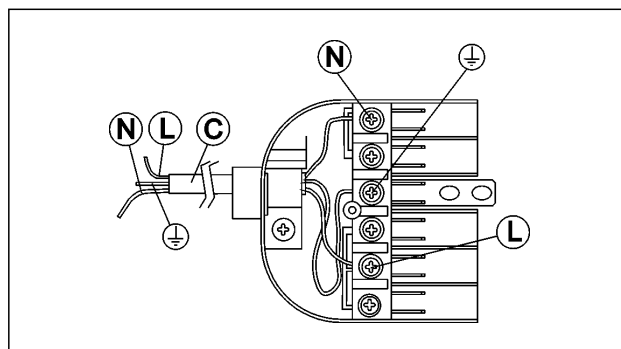

FIG. 8
- Si l'appareil n'est pas doté du câble d'alimentation, branchez un câble de section adéquate (voir tableau nelle pages suivantes) à la boîte à bornes en vous assurant que le conducteur de mise à la terre est plus long que les conducteurs de phase et en suivant le schéma fig. 8.
- montez (si besoin est) une fiche normalisée sur le câble d'alimentation "C" en vous assurant qu'elle est adaptée à la charge indiquée sur l'étiquette signalétique. Branchez les conducteurs en suivant le schéma, fig. 8 et en respectant les indications suivantes: